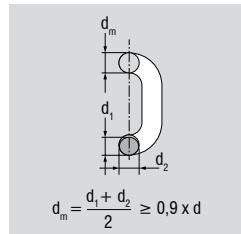

Fig. 11 : réduction de l'épaisseur d'un maillon
- Réduction de l'épaisseur d'un maillon en un point quelconque $> 10\%$ (fig. 11)